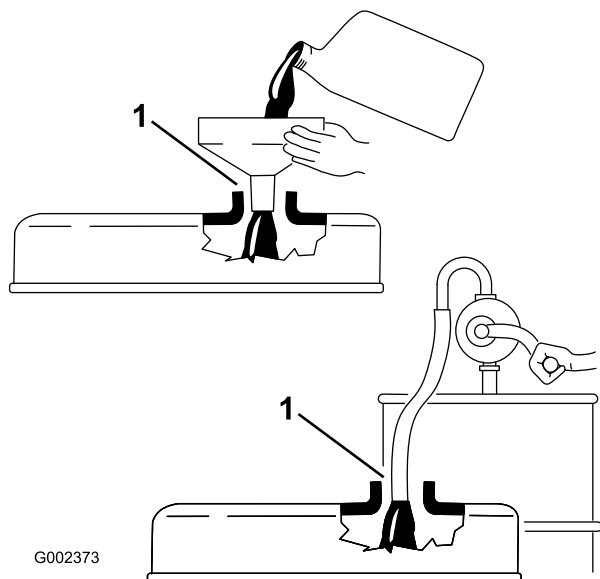

図 28
**重要** エンジン・オイルを補給するときには、ディップスティックを抜いておいてください。Wエンジン・オイルを補給する時には、補給口とジョウゴなどの間に 必ず 図 28に示すようなすき間が必要です。これは補給の際に通気を確保し、オイルがブリーザ内部に侵入しないようにするためです。